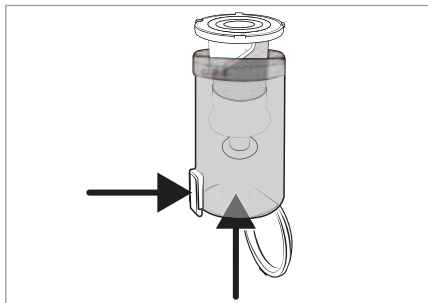

Fig. 20
- 3) Tag filteret af rustfrit stål **6** ud af støvbeholderen **7** ved at trykke på oplåsningsknappen til støvbeholderdækslet **8**. Skub så filteret af rustfrit stål **6** ud af støvbeholderen **7** nedfra (se fig. 20).